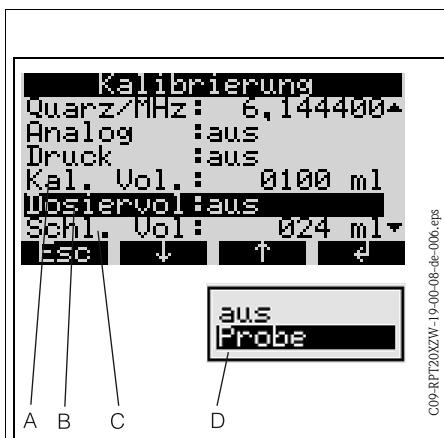

Abb. 19: Menüebene KALIBRIERUNG
4. Rufen Sie in der Steuerung des Gerätes die Menüebene KALIBRIERUNG auf (=> Abb. 19; über: SET - SERVICE - KALIBRIERUNG).
5. Geben Sie im Menüpunkt KAL.VOL. (=> Abb. 19, Pos. A) das gewünschte Kalibriervolumen ein.
6. Wählen Sie den Menüpunkt "DOSIERVOL" aus (=> Abb. 19, Pos. B).
7. Starten Sie ein Probenahme, indem Sie aus der Auswahlliste (=> Abb. 19, Pos. D) die Funktion PROBE auswählen. Warten Sie, bis der Probenahmeyklus beendet ist.